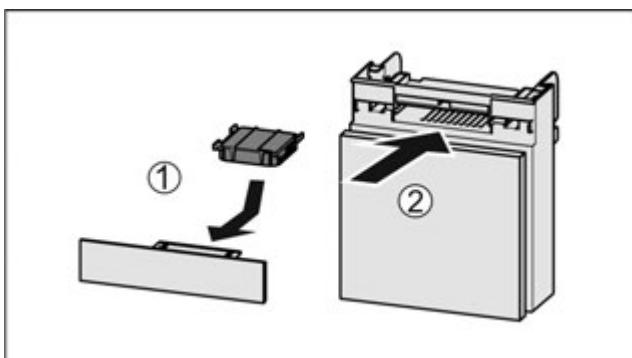

Fig. 73
- Вставити фільтр з активованого вугілля за малюнком Fig. 73 (1).
- Вставити відділення Fig. 73 (2).